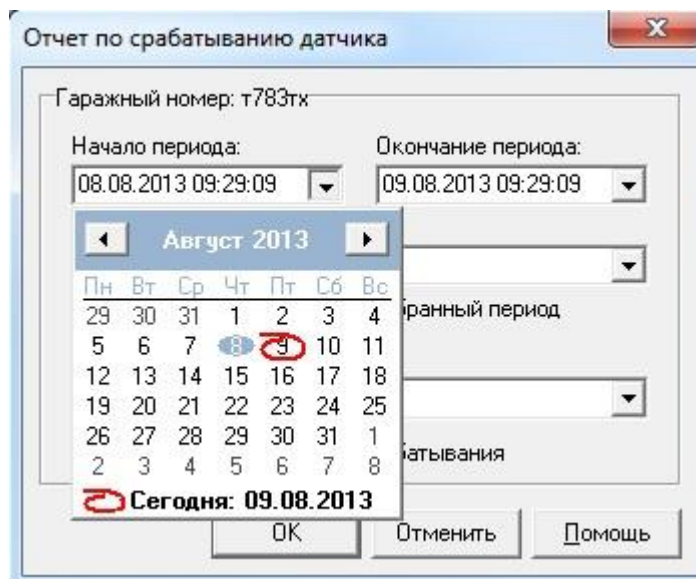

Рисунок 146 – Форма «Календарь» для установления даты отчетного периода
- «Начало периода:» - задает дату/время начала отчетного периода. Чтобы задать значение поля, рекомендуется использовать кнопку , которая раскрывает стандартную форму календаря (см. Рисунок 146);
- «Окончание периода:» - задает дату/время окончания отчетного периода. Чтобы задать значение поля, рекомендуется использовать кнопку , которая раскрывает стандартную форму календаря (см. Рисунок 146).